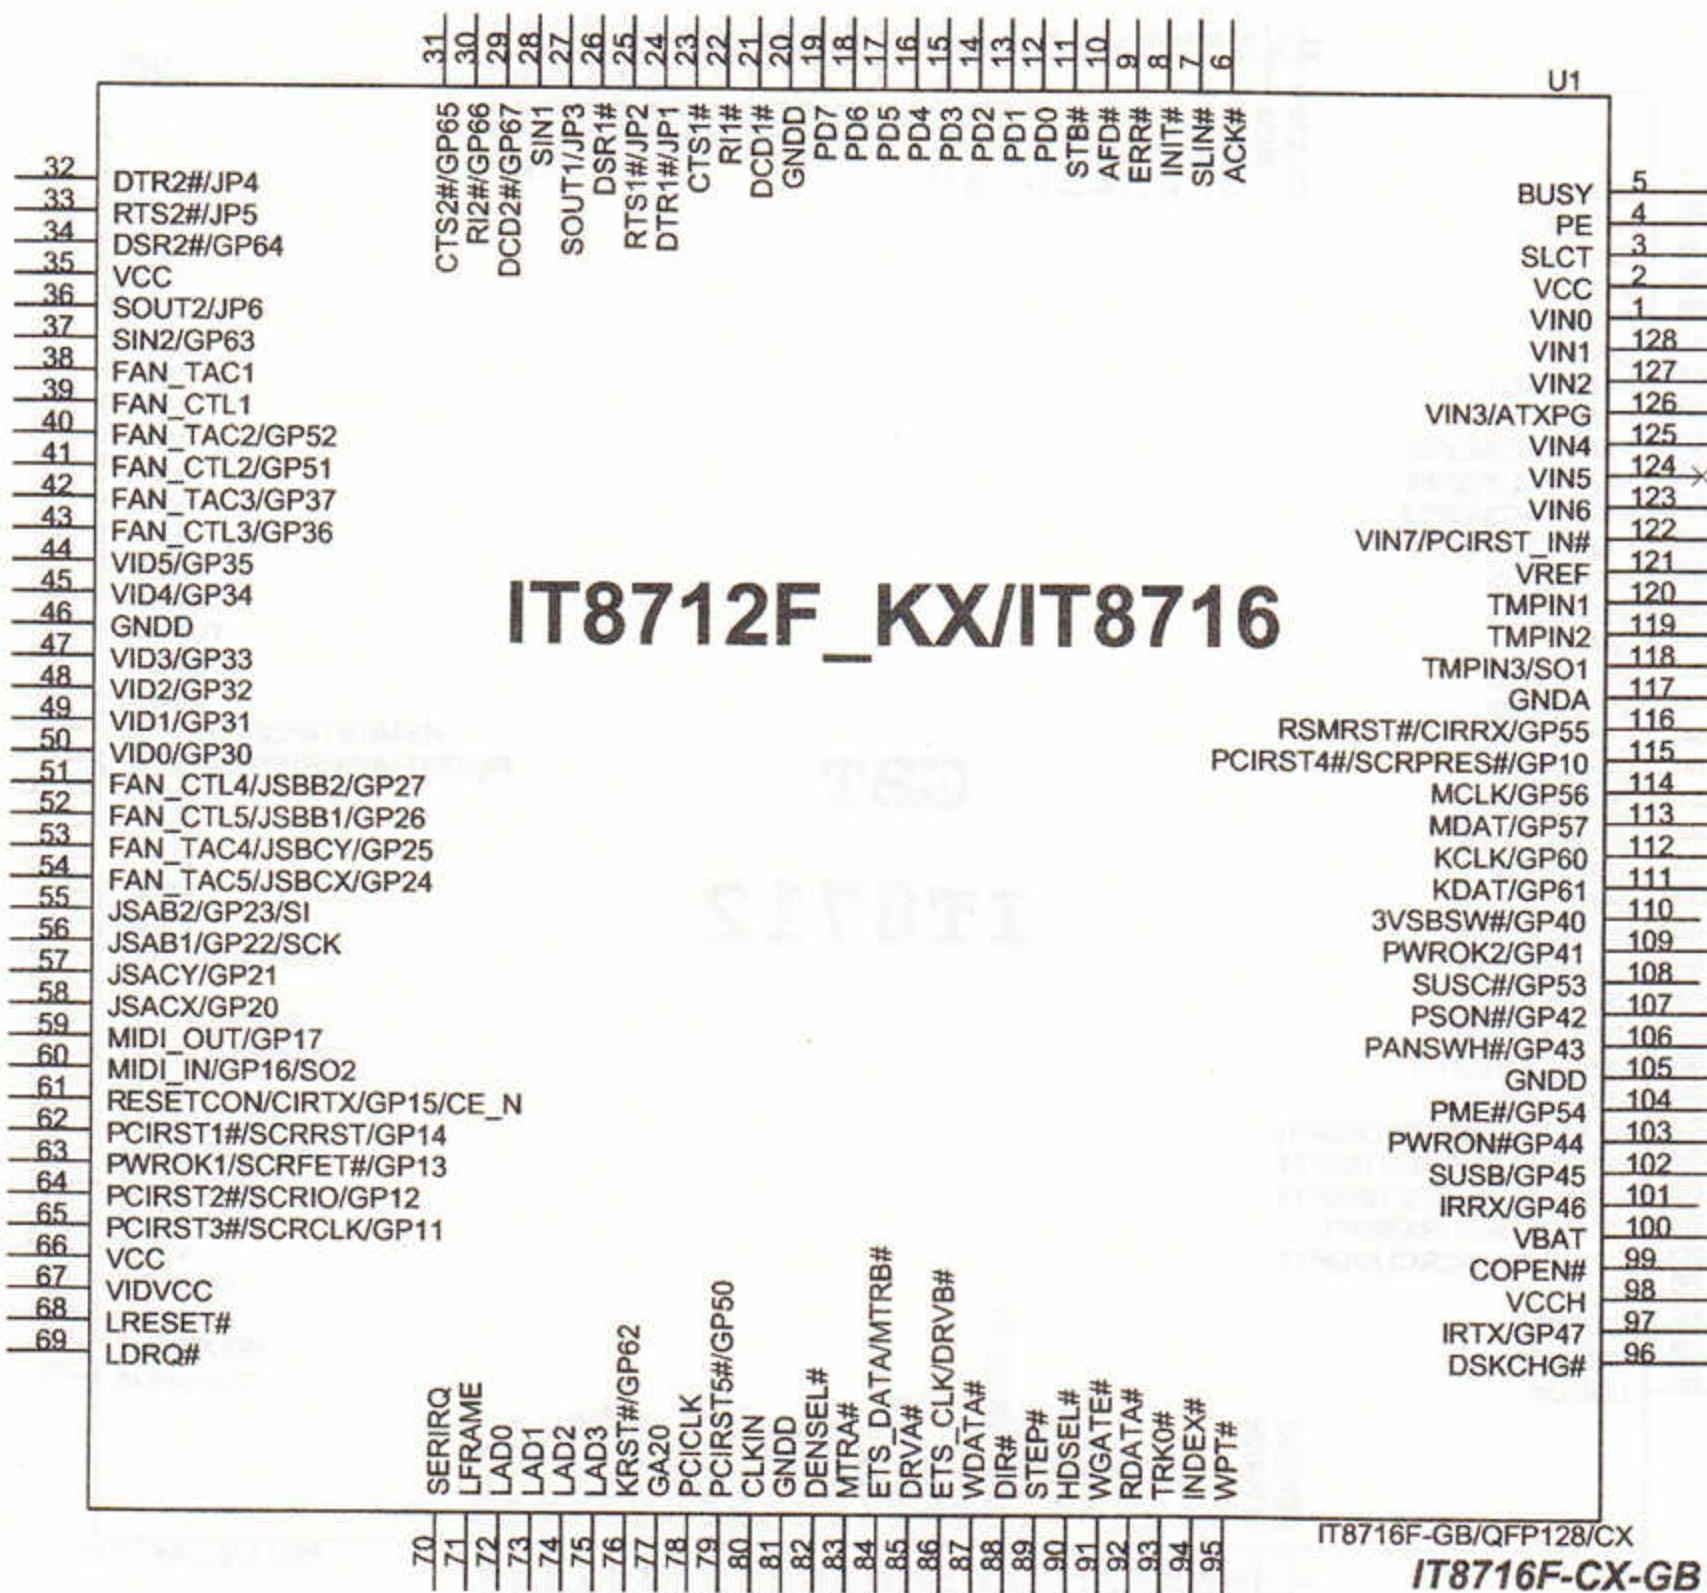
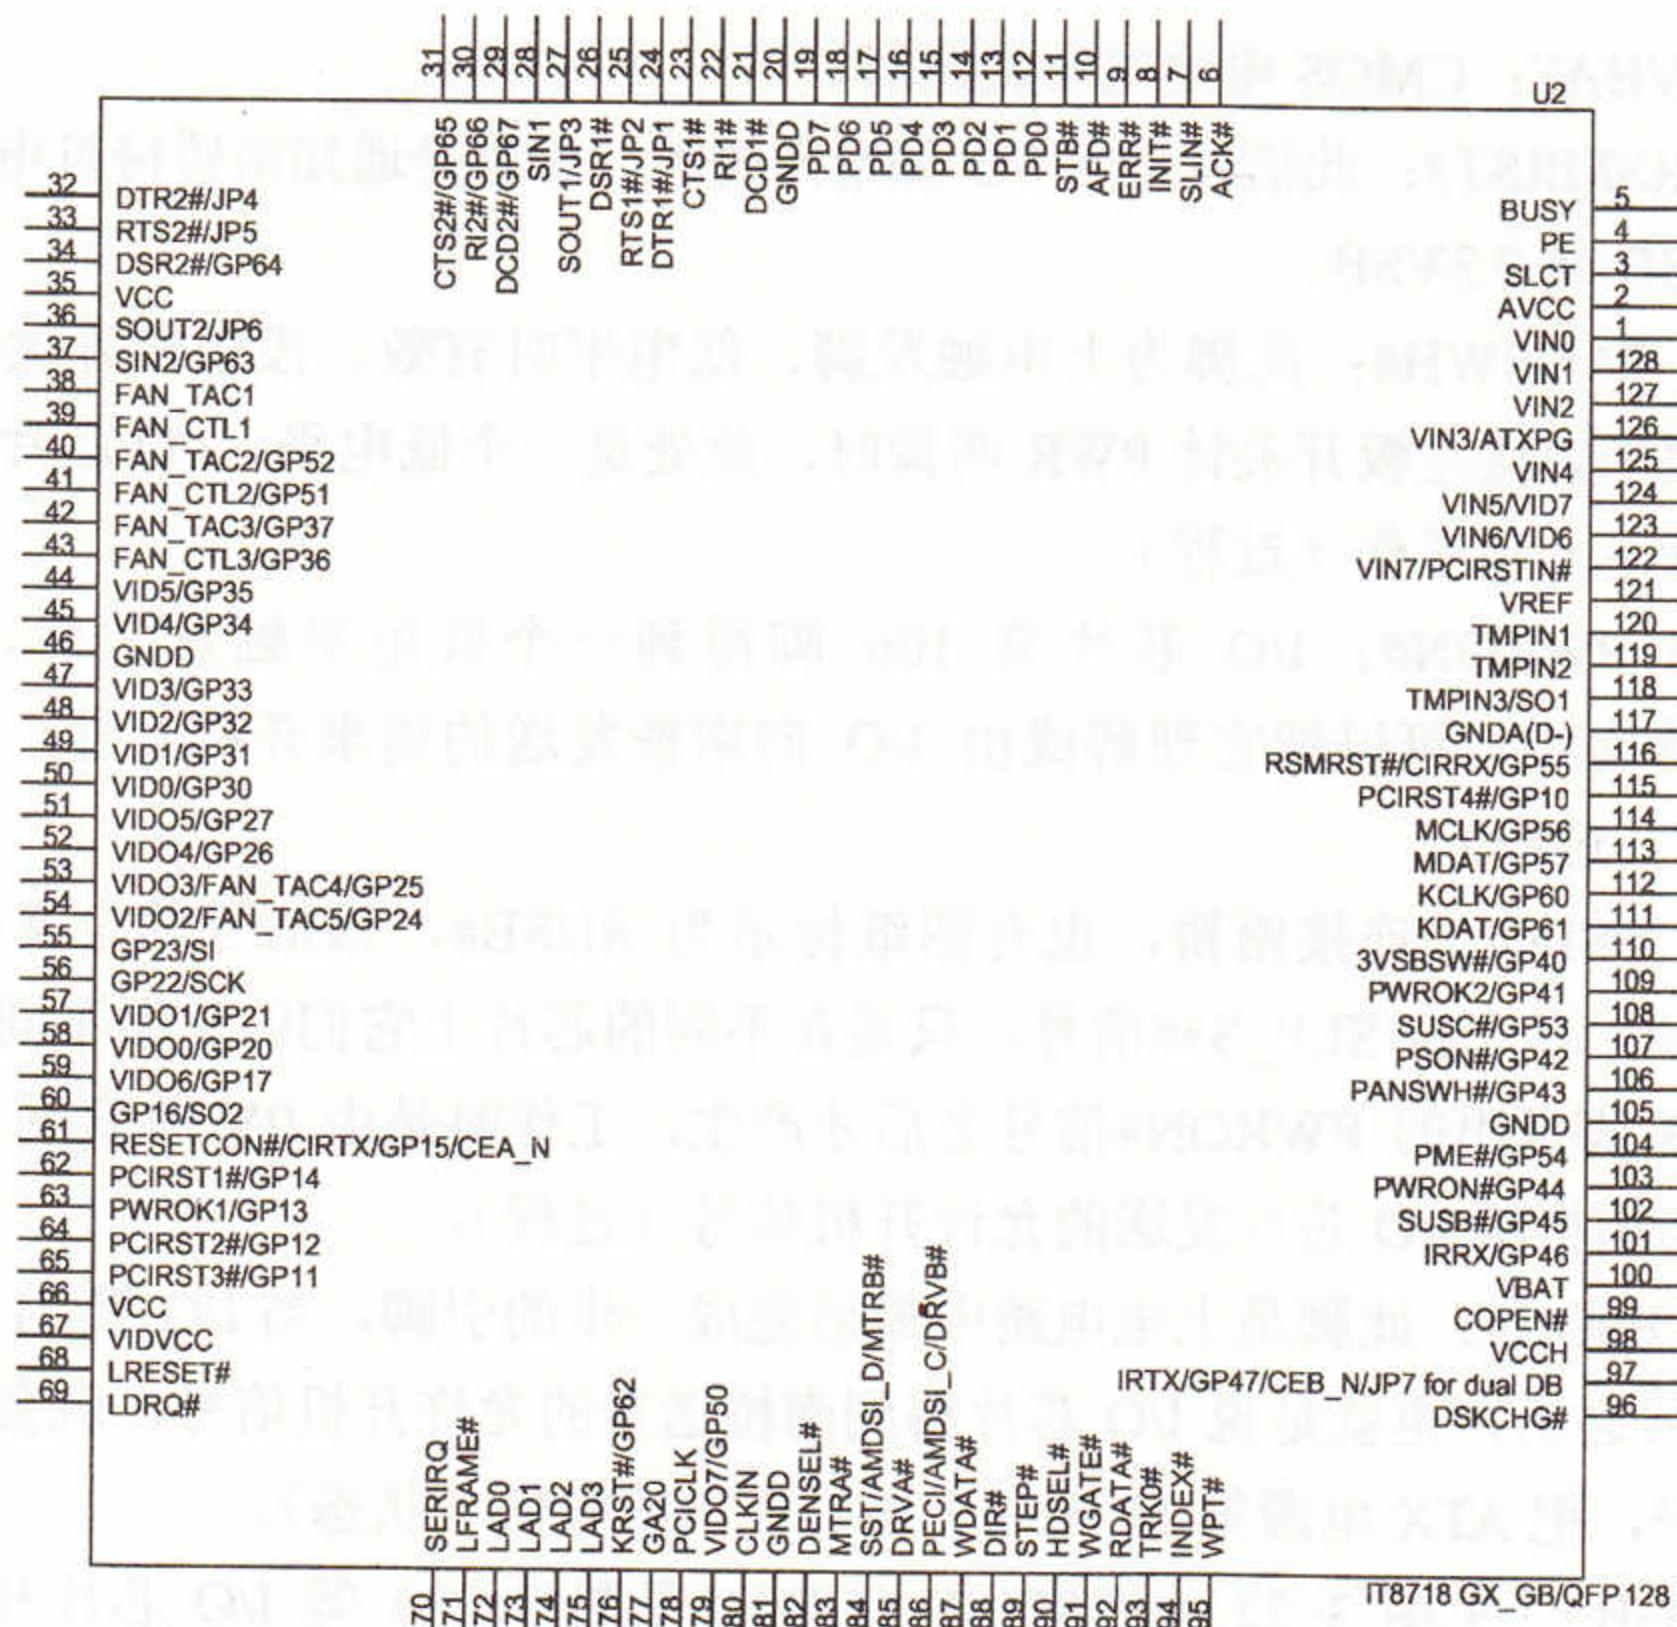

图 3-22 IT8716F (GB) 技嘉专用 I/O 引脚定义图
图 3-23 IT8718F (GB) 技嘉专用 I/O 引脚定义图
- ① 100 脚 VBAT: CMOS 电池电压检测脚。
- ② 116 脚 RSMRST#: 此信号是由 I/O 加给南桥的，意思是通知南桥待机电压已经就绪，正常电压为 5VSB 或 3.3VSB。
- ③ 106 脚 PANSWH#: 此脚为上电触发脚，低电平时有效。没短接开关时，此处为高电平；一旦用镊子短接主板开关针 PWR 两脚时，此处是一个低电平。I/O 芯片得到低电平信号后，才会进行下一步工作（过程）。
- ④ 103 脚 PWRON#: I/O 芯片第 103 脚得到一个低电平触发之后，由此脚送出 PWRON#信号给南桥。可以把它理解成由 I/O 向南桥发送的请求开机信号，此脚工作时由 3.3V 跳变到 0V（过程）。
- ⑤ 102 脚 PSIN#: 连接南桥，也有图纸标示为 SUSB#，该信号的定义类同 Winbond W83627 系列 I/O 芯片的 SLP\_S3#信号，只是在不同的芯片上它们的称谓不同。此脚信号在南桥得到第 103 脚送出的 PWRON#信号之后才产生，工作时是由 0V 跳变到 3.3V。可以把这个信号理解为南桥给 I/O 芯片发送的允许开机信号（过程）。
- ⑥ 107 脚 PSON#: 此脚是上电电路中最后完成一步的引脚。当 I/O 第 71 脚收到南桥发出的 SUSB#信号之后，也就是说 I/O 芯片得到南桥送来的允许开机信号，就会由此脚输出一个恒定的低电平，把 ATX 电源第 14 脚绿色线的电压给拉低（状态）。
IT8716F (GB) (见图 3-22)、IT8718F (GB) (见图 3-23) 等 I/O 芯片开机电路引脚与 IT8712F (GB) 相同，开机脚位参考 IT8712F (GB)。